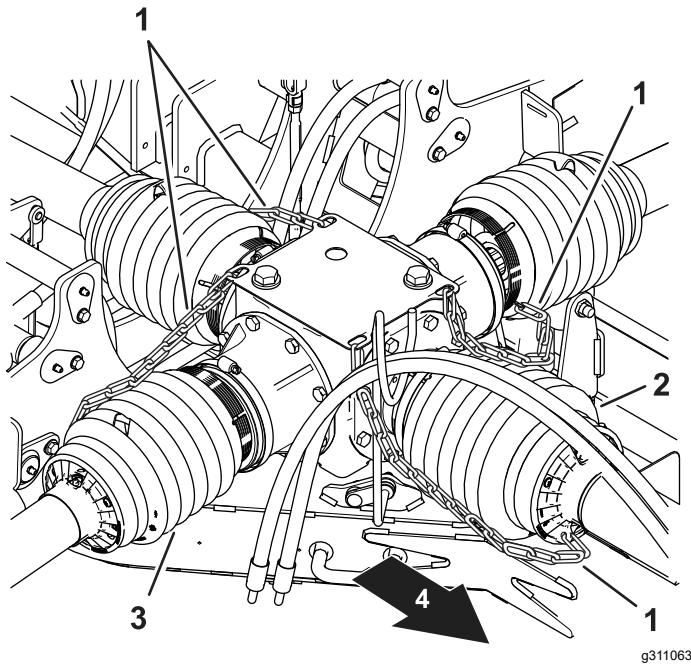
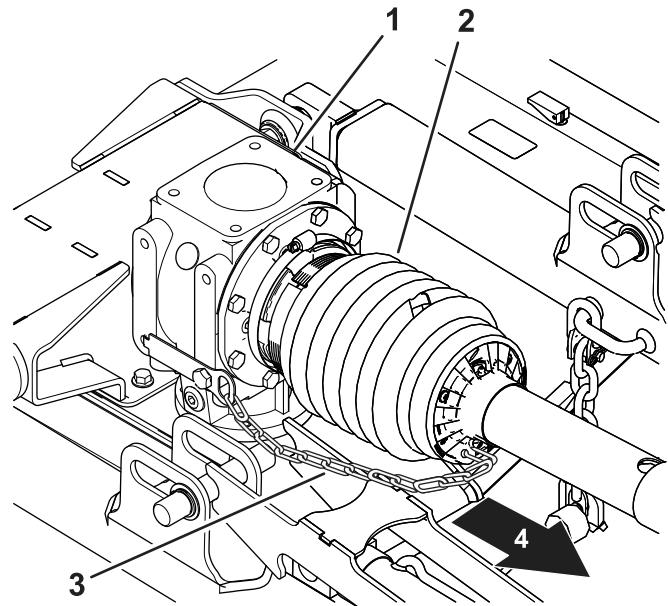
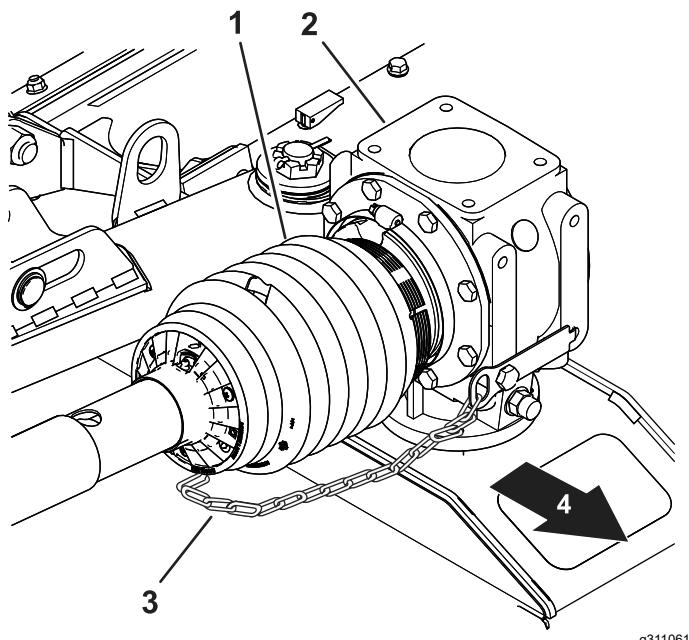
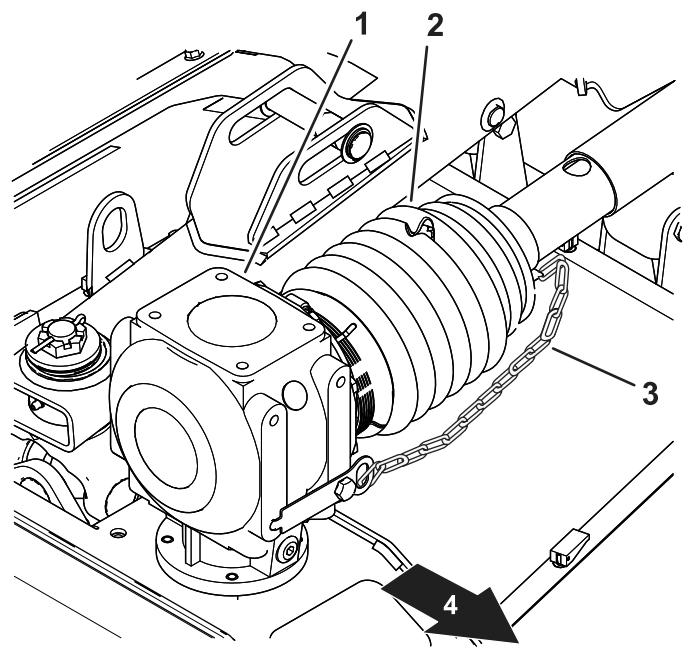

Рисунок 18
Рисунок 20
Рисунок 19
Рисунок 21
- Проверьте, чтобы ограничительные цепи кожухов приводных валов были подсоединенены к среднему редуктору и редукторам на каждой деке газонокосилки (Рисунок 18, Рисунок 19, Рисунок 20 и Рисунок 21).